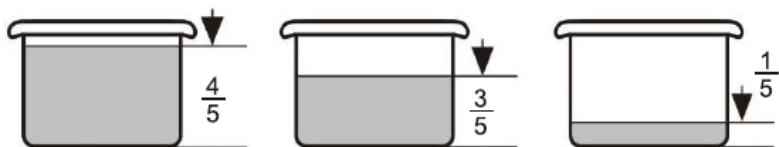

Рис.2
3. Наполните чашу заранее подготовленными продуктами и водой так, чтобы уровень содержимого располагался между отметками 1/5 и 4/5 (отметка минимального уровня - 1/5, отметка максимального уровня - 4/5). Для продуктов, которые сильно увеличиваются в размерах в процессе приготовления (например, бобовых), отметка максимального уровня не должна превышать отметку 3/5. См. рис. 2.